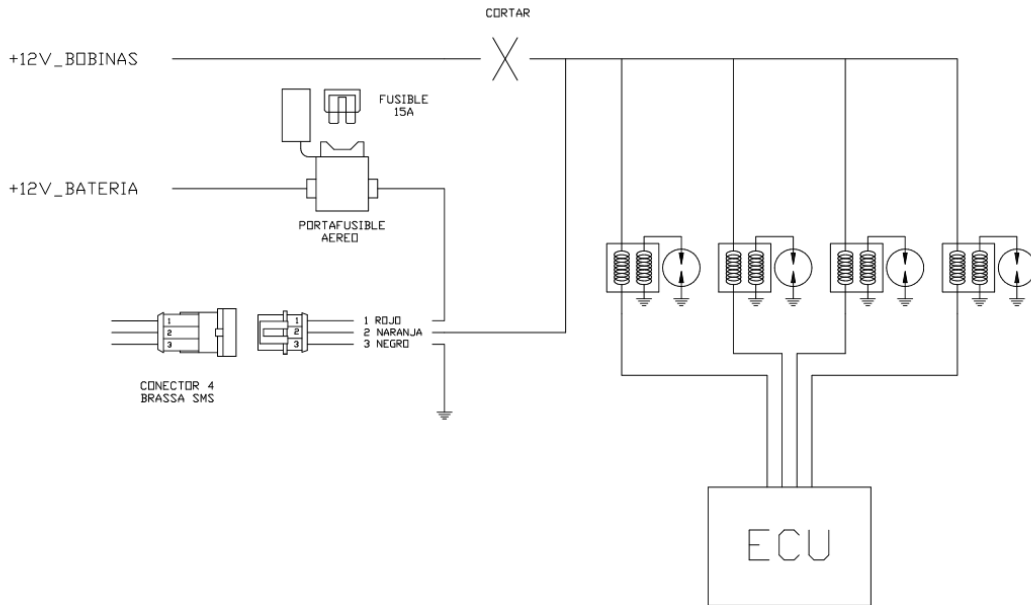

Figura 14: Conexión de Alimentación y Cut-off
- Pin 1: Rojo. Se conecta a batería (después del cortacorriente) a través de un fusible aéreo incluido en el cable que se suministra, ver figura 14
- Pin 2: Naranja. Se conecta a las bobinas, ver figura 14